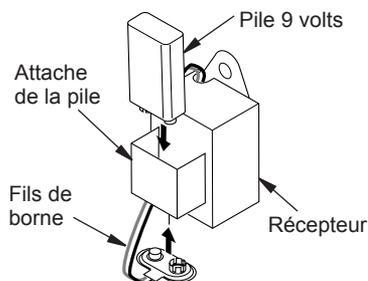

Figure 16 - Installation de la pile dans le récepteur
5. Localisez l'attache de la pile installée à l'arrière du récepteur (voir figure 16).
7. Fixez les fils de borne sur la pile (voir figure 16).